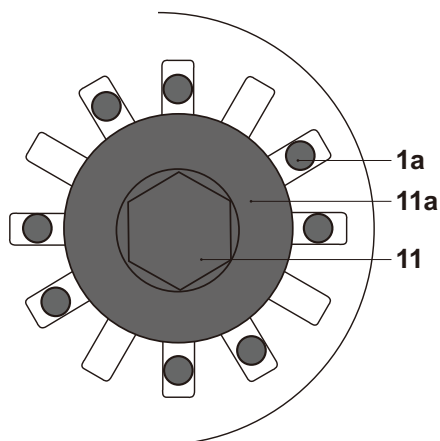

Fig. 10
- > Certifique-se de que os 8 pinos (1a) encaixam corretamente nas ranhuras (Fig. 10) e que o acessório